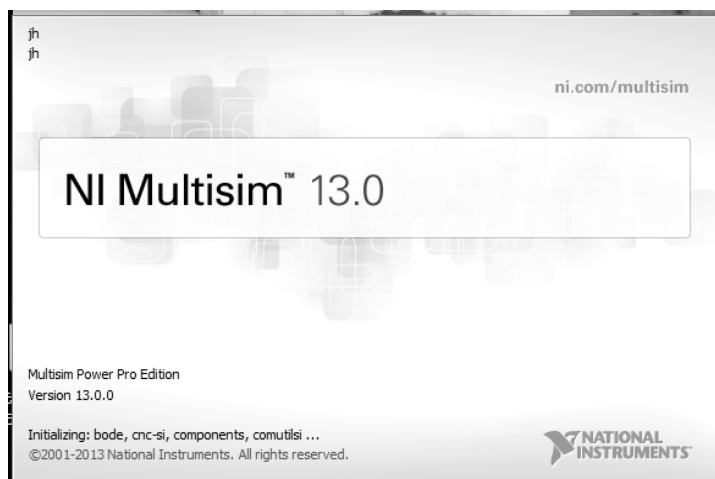

图 4.1.2 Multisim13.0 的启动界面
(1) 执行“开始”→“所有程序”→“NI Multisim 13.0”命令，启动 Multisim 软件，进入工作界面。图 4.1.2 所示的是 NI Multisim 13.0 的启动界面。